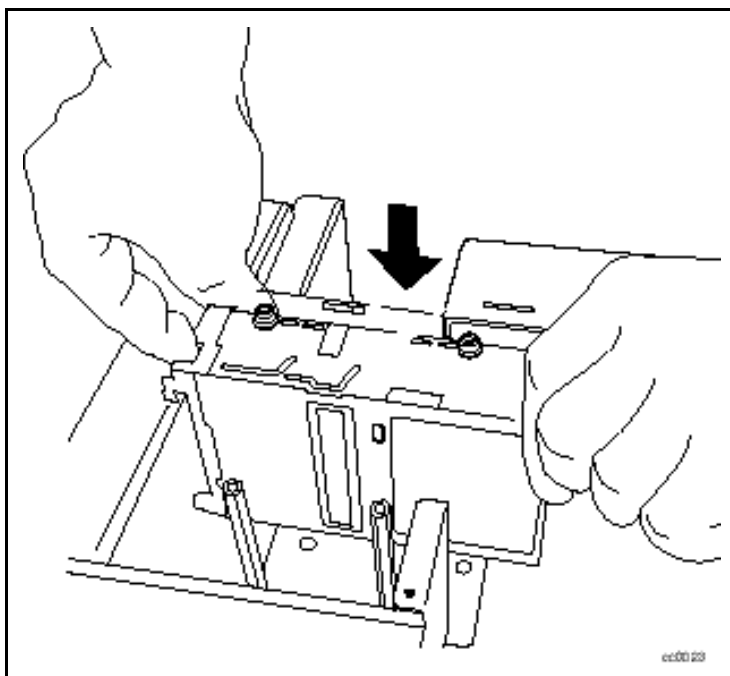

Figura 6. Installazione della nuova unità
2. Calare la nuova unità nello chassis (vedere Figura 6).